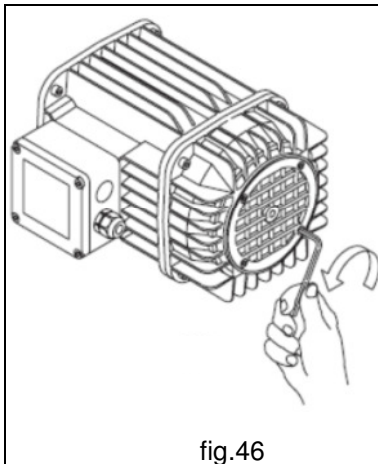

fig.46
3. Trabajando en altura, eliminar la rejilla de plástico (aireador) desenroscando por completo los cuatro tornillos (fig. 46).